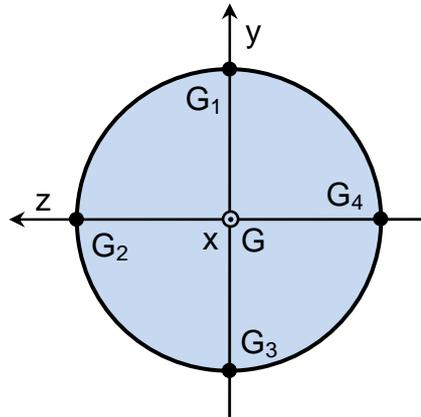

Fig. 3 : 4 points particuliers de la section de poutre circulaire.
- 4.2. Calculer numériquement cette contrainte σ_{flexion} aux points G_1 , G_2 , G_3 et G_4 définis par la Fig. 3.
- 6.2. Calculer numériquement cette contrainte $T_{\text{tranchant}}$ aux points G_1 , G_2 , G_3 et G_4 définis par la Fig. 3.